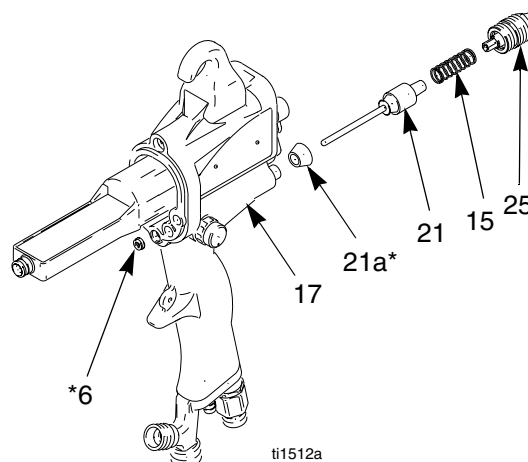

Fig. 21 Luftventil
3. Demontera vätskeinställningsventilen (25) från handtaget (17). Ta bort fjädern (15). Se Fig. 21.